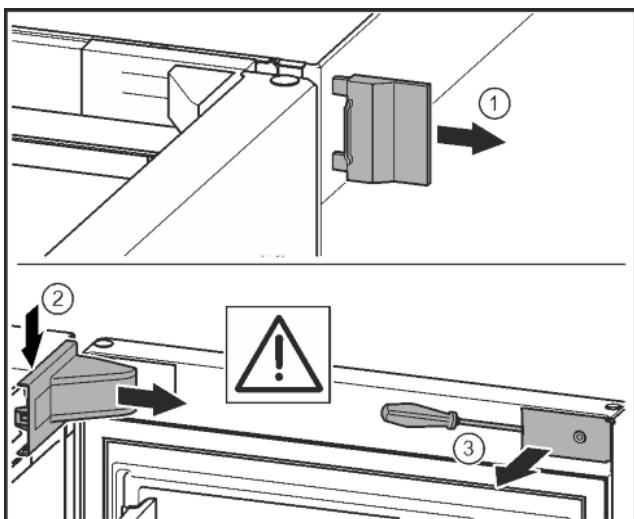

Fig. 11\*
- Снять внешнюю крышку.\* Fig. 11 (1)
- При помощи отвертки освободить крышку опорного кронштейна и отсоединить. Снять крышку опорного кронштейна.\* Fig. 11 (2)
- Шлицевой отверткой вывести накладку из зацепления и отвести в сторону.\* Fig. 11 (3)